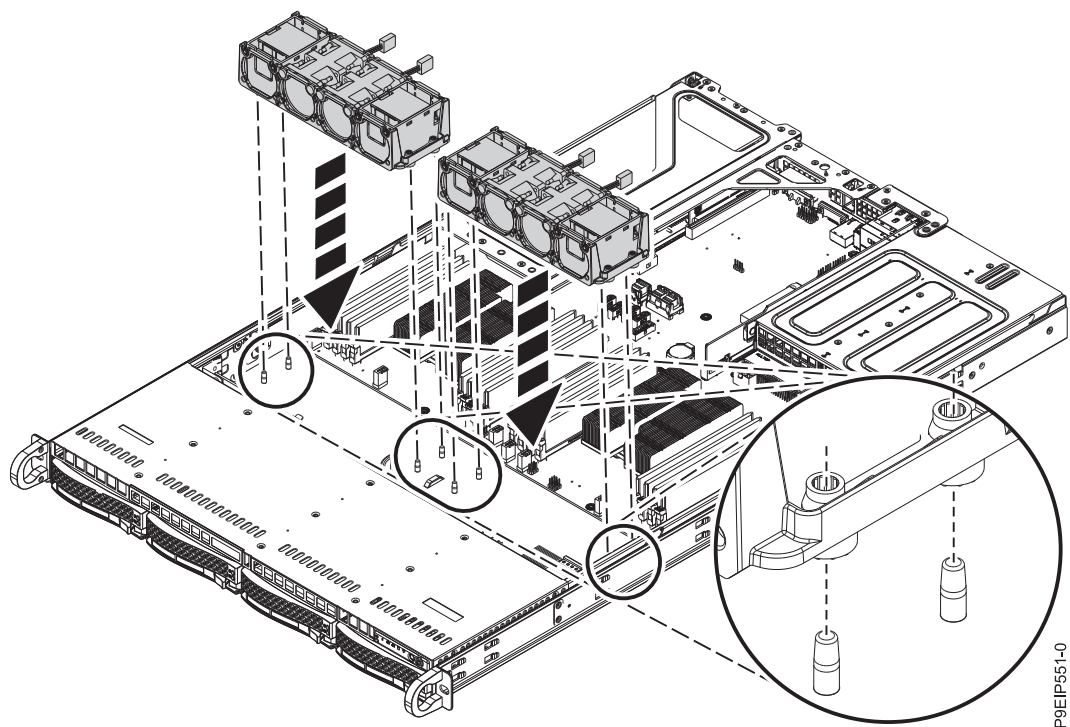

Figura 17. Alinhando o suporte do ventilador
3. Substitua o suporte do ventilador no chassi. Alinhe os orifícios no suporte do ventilador com os pinos na parte inferior do chassi, conforme mostrado na Figura 17 na página 22. Para o suporte do ventilador perto do comutador da tampa, mova temporariamente os fios do comutador da tampa para fora do caminho. Quando o suporte do ventilador estiver assentado no sistema, substitua os fios ao lado do suporte do ventilador.